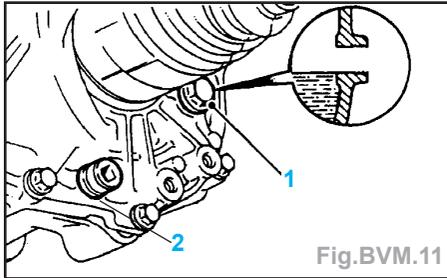

Fig.BVM.11
- Enlever le bouchon de remplissage / niveau (1) (Fig.BVM.11).